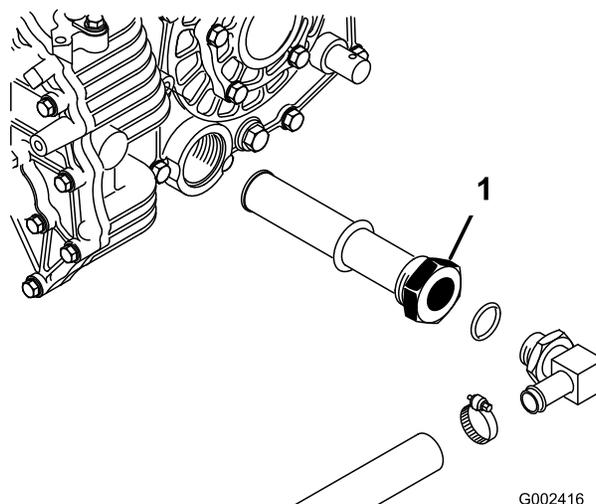

Рисунок 73
3. Отметьте ориентацию гидравлического шланга и 90-градусного фитинга, подсоединенного к сетчатому фильтру на боковой стороне резервуара (Рисунок 73).